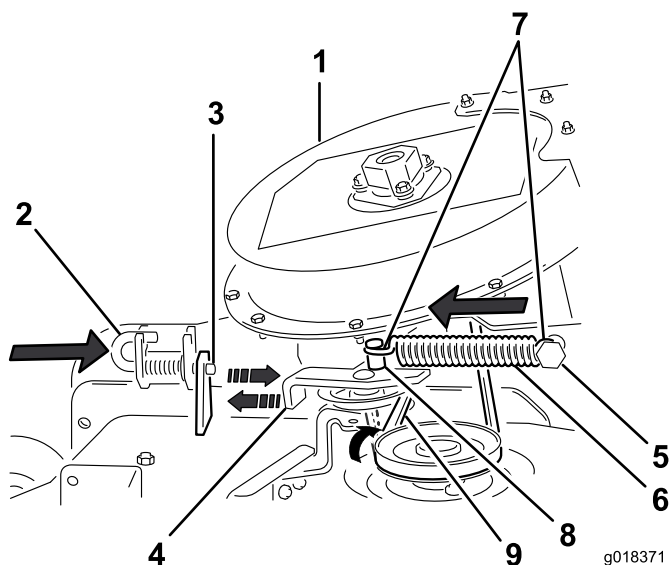

Figura 25
6. Desloque o pino de fecho para a posição de bloqueio (Figura 25).
8. Encaminhe temporariamente a correia debaixo da polia intermédia (Figura 25).
9. Mova o apoio da articulação intermédia para o pólo de mola fixo. Instale a mola alinhando o gancho da mola no pólo da mola intermédio (Figura 25).
10. Afaste a polia intermédia da mola do pólo de mola fixo e coloque a correia em redor da polia da plataforma do cortador (Figura 25).